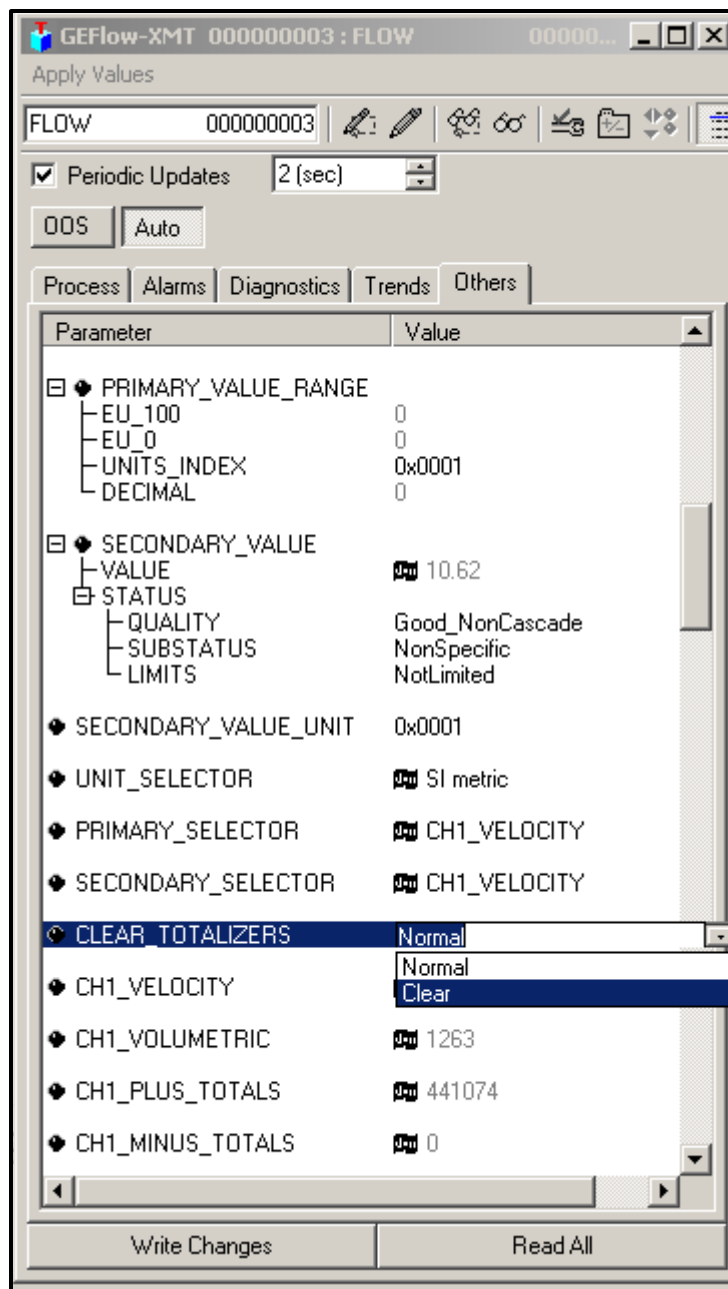

Рисунок 43: Выпадающий список очистки сумматоров
3. В выпадающем списке выберите **Clear** (Очистить) (см. рис. 43).